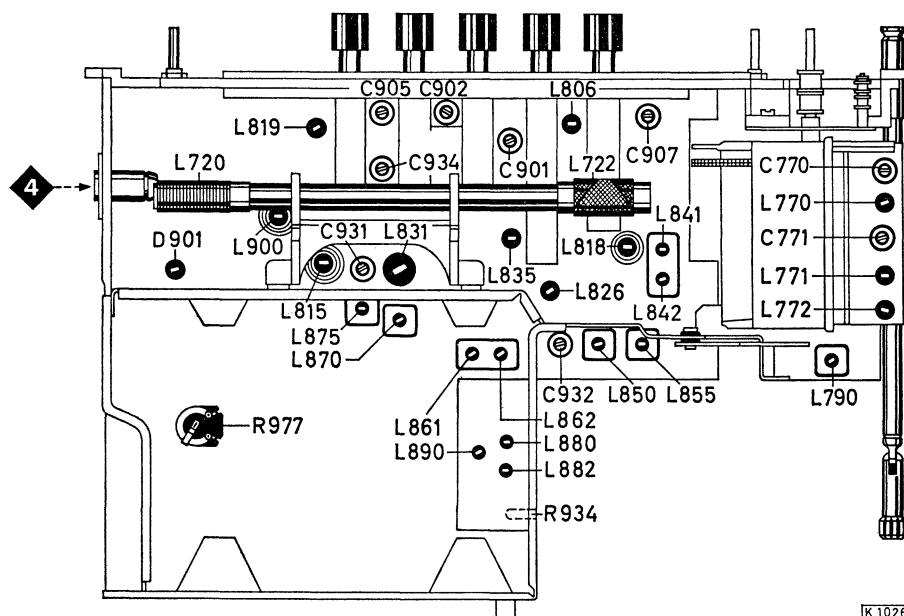

Fig. 3
- 6.5 Den Ruhestrom ca. 1 Minute nach dem Einschalten des Gerätes mit dem Einstellregler R 977 (Fig. 3) auf 4 mA + 20–10 % einstellen.
- 6.5 Approx. 1 minute after switching on set, set zero signal current via adjuster R 977 (fig. 3) to 4 mA + 20–10 %.
5) Ein AM-Signal, 400 Hz, 30 % moduliert, soll eine Ratiospannung von 1,4 V erzeugen. Dann mit R 934 ein Spannungsminimum am Outputmeter einstellen, Fig. 3.
5) An AM signal, 400 Hz, 30 % modulated, must produce a ratio voltage of 1.4 V. Adjust a voltage minimum at the outputmeter by means of R 934, see. fig. 3.